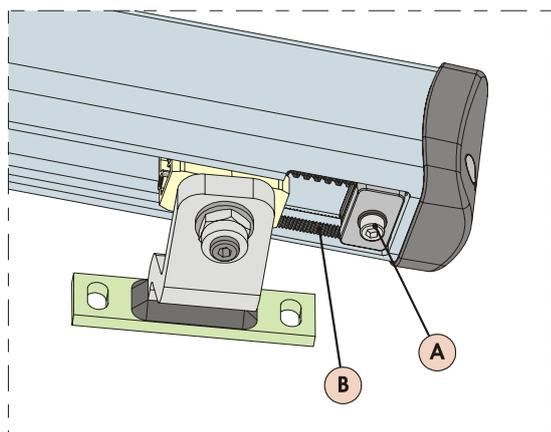

Fig. 19
- 3) Afloje el tornillo de fijación, Fig.19 ref.A. No es necesario quitar completamente el tornillo.
**ATENCIÓN:** El bloqueo mecánico trabaja acoplado a un sector dentado, Fig.19 ref.B. Si se verifican obstáculos durante el movimiento, asegúrese de que el acoplamiento esté libre. **NO EJERCITE FORZAMIENTOS.**